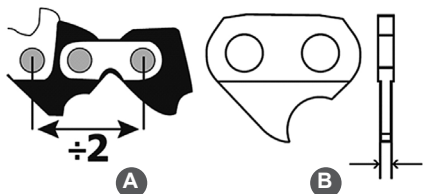

Рис. 7 Определение шага пильной цепи и толщины ведущего звена
2. Определите производителя пильной цепи, ее тип, вид режущего звена, шаг пильной цепи (Рис. 7А) и толщину ведущего звена (Рис. 7В).